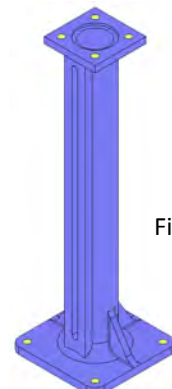

Fig. 8
- Straight floor stand (Fig. 8)